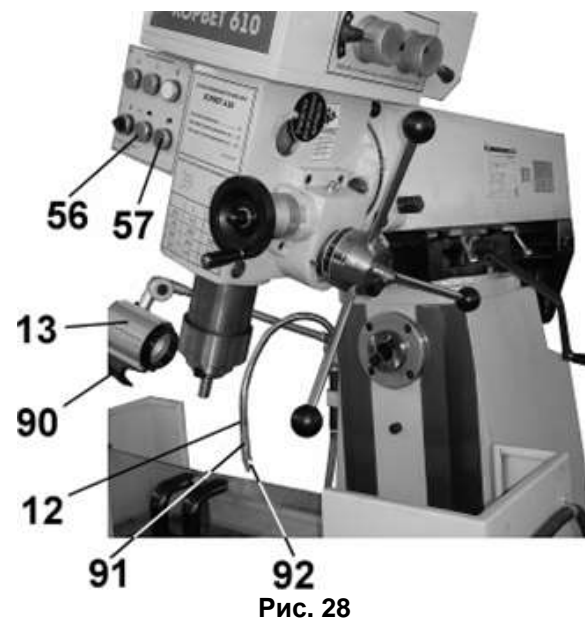

Рис. 28
9.6.19. Плафон (13) для освещения рабочей зоны смонтирован на шарнирной стойке и усилием оператора позиционируется в удобное положение, включение и выключение лампы производится выключателем (90), расположенным на корпусе плафона (13), Рис.28.
9.6.20. Сопло (91) гибкого шланга подачи СОЖ (12) необходимо позиционировать таким образом, чтобы он не касался режущего инструмента и заготовки, а струя СОЖ чётко попадала в зону резания фрезы (сверла). В зависимости от применяемого режущего инструмента и режимов резания, поворотом наконечника (92) сопла (91) необходимо произвести регулировку подачи СОЖ для необходимого его охлаждения. Для включения подачи СОЖ нажмите зелёную кнопку (57), для выключения – красную кнопку (56), Рис.28.